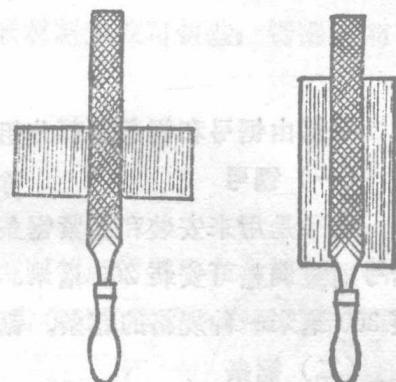

图 1-11 顺向锉
**1. 顺向锉** 顺向锉是最基本的锉削方法，平面最后锉光和锉平都用此法，以获得较为整齐美观的锉痕（图1-11）。